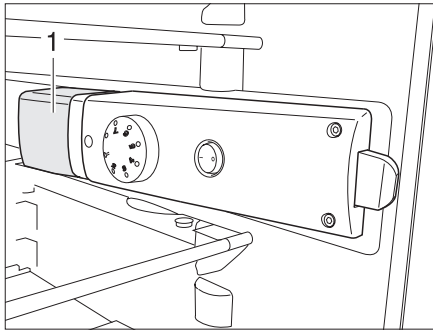

Bild 112 Kühlschrankleuchte
- ▶ Von hinten unter die Leuchtenabdeckung (Bild 112,1) fassen und Leuchtenabdeckung ca. 3 mm anheben.